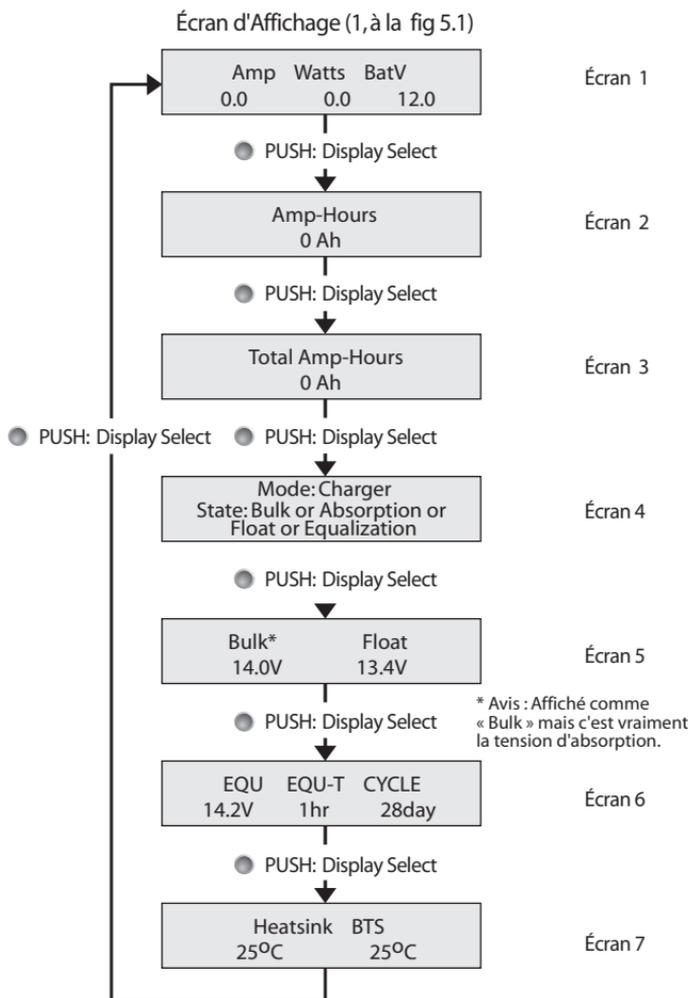

Fig. 5.3. Écran d'Affichage ACL
- Écran 4 ACL (la Fig 5.3) affiche « State: Equalization » en permanence tant que l'étape d'Égalisation transition à l'étape de Maintien.
- Écran 6 (la Fig 5.3) affiche le point de réglage d'Égalisation (sous EQU), la durée d'Égalisation (sous EQU-T) et la période de 28 jours (Sous CYCLE) en toute déférence à un 6 options de type de batterie qui a été sélectionné à l'aide des interrupteurs DIP 2, 3, 4 la (Fig 5.2 et le Tableau 6.1)
Pendant cet étape, l'écran ACL 4 (la Fig 5.3) affiche « State: Equalization ». L'écran 1 (La Fig 5.3) montre la vraie tension de borne de la batterie sous « BatV ». Cette tension serait moins que le point de réglage programmé qui est affiché à l'écran 6 (la Fig 5.3) sous "EQU".
Remarque: Même que le chargeur est dans l'Étape de Masse, l'Écran 4 (la Fig 5.3) affiche « State: Equalization » PAS « State: Bulk. »
Pendant Cet Étape, L'écran ACL 4 (La Fig 5.3) affiche « State: Equalization ». L'écran ACL 6 affiche les paramètres d'Égalisation programmé. L'écran ACL 1 (La Fig 5.3) montre le point de réglage de tension d'égalisation programmé « Ve » affiché sur l'écran sous « BatV ».
Remarque: Pendant l'étape d'égalisation, si le courant de charge est plus grand que le courant du panneau solaire, la tension de batterie va baisser. Si la tension de batterie baisse jusqu'à environ 1V en-dessous du point de réglage de tension d'égalisation « Ve » pour environ 1 min, le contrôleur retourne à l'étape de Masse. Le Cycle de Service MLI est changé à 100%. L'écran ACL 4 (La Fig 5.3) va toujours indiquer « State: Equalization » et A DEL de Statut sur la plaque frontale va continuer à clignoter en Orange. Il va retourner à la MLI quand la tension de batterie atteint le point de réglage de tension d'égalisation « Ve » est peut-être soutenu pour une période minimale d'environ 50 à 55 sec.
Pendant cet étape, l'écran ACL 4 la (Fig 5.3) affiche « State: Float ». L'écran 5 (la Fig 5.3) affiche le point de réglage de tension de Maintien (Affiché sur l'écran sous « Float »)
REMARQUE: Pendant l'étape de Maintien, si le courant de charge est plus grand qui le courant du panneau solaire, la tension de batterie va baisser. Si la tension de batterie baisse jusqu'à environ 1V en-dessous du point de réglage de tension de maintien « Vf » continu pour environ 1 hour, le contrôleur retourne à l'étape de Masse. Le Cycle de Service MLI est changé à 100% et l'écran ACL 4 (La Fig 5.3) change à « State: Bulk ».
Affichage (3, à la Fig 5.1)	Poussez pour changer l'écran d'affichage ACL (Voir la Fig. 5.3) Poussez et tenez pour réinitialiser les Ampère-Heures.
L'affichage ACL (1, à la Fig. 5.1) est un affichage de 2 lignes, 16 caractères à rétro éclairage. Le retroéclairage s'ARRÊTE après 5 mins et se remet EN MARCHÉ quand n'importe bouton est poussé. Le poussoir marqué «PUSH Display Select » et « Hold – Reset AMP-Hours » (3, à la Fig. 5.1) est utilisé pour manipuler les fonctions ACL. Chaque fois que le poussoir est appuyé, ça va faire défiler l'affichage. La séquence de défilement est montré à la Fig.5.3. Veuillez noter que les 7 écrans sont séquentiels, donc ils sont affichés dans une boucle continue : 1-2-3-4-5-6-7-1-2-3 et ainsi suite (Voir la Fig. 5.3, à la page). Quand les écrans 2 à 7 sélectionnés, ils seront affichés pendant 15 minutes, et puis retourneront à l'écran 1 (l'écran par défaut). L'information détaillée fournie sur les écrans ACL (la Fig 5.3, à la page)est indiquée ci-dessous :
- Dès que la Batterie (+) est branché, la DEL de Statut (2, à la Fig .1) serait allumé (Orange) et le message « Welcome to Samlex Solar 1.0 » serait affiché pour environ 3 à 5 sec. Après, la DEL va clignoter en Vert & l'Écran 1 (Fig 5.3) serait affiché: Amp 0.0; Watt 0.0; BatV = "the battery voltage.